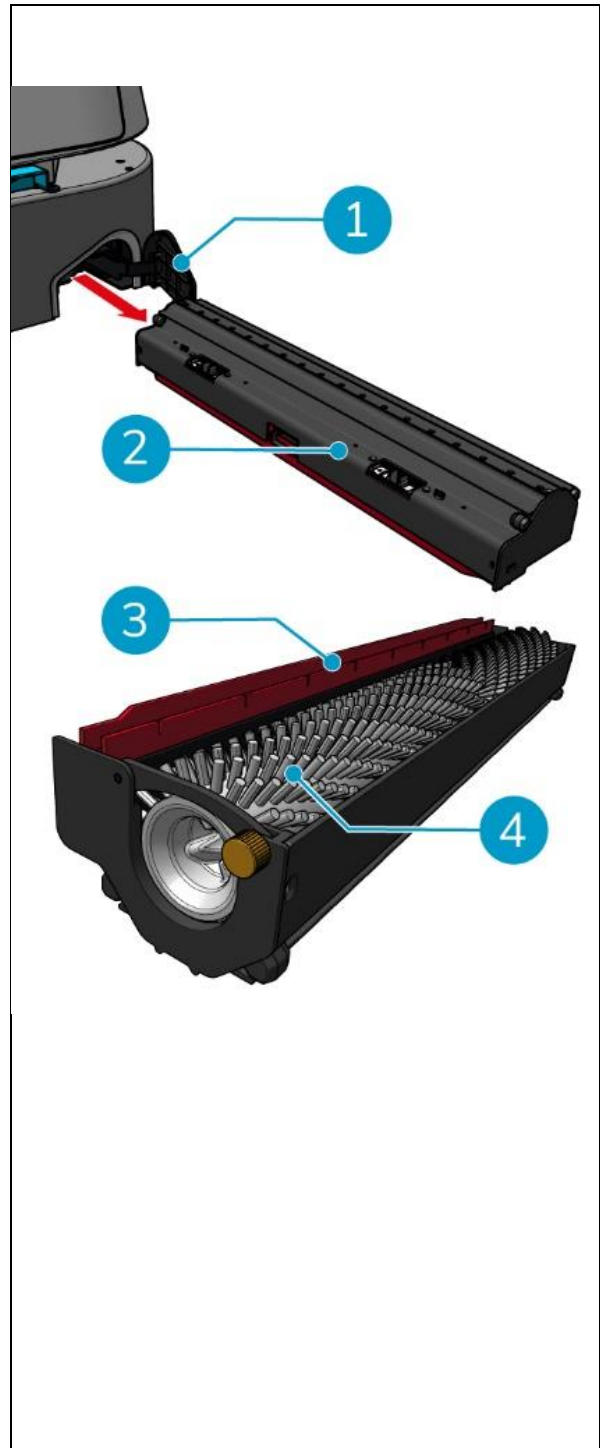

Abbildung 33
1. Öffnen Sie den Deckel des Walzenbürsten- und Rakelhalterfachs (Abbildung 33, Pos. 1).
2. Ziehen Sie die Rollenbürste und den Rakelhalter aus dem Fach (Abbildung 33, Pos. 2), entlang der oberen Seitenschiene.
4. Prüfen Sie, ob die Rollenquetscherklingen (Abbildung 33, Pos. 3) sind sauber und intakt.
6. Prüfen Sie, ob die Walzenbürste (Abbildung 33, Pos. 4) ist sauber und intakt.